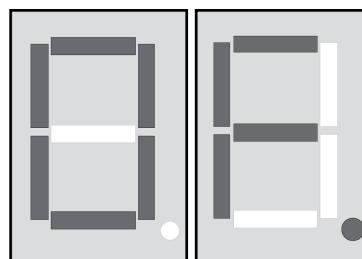

Bild 7: Anzeige OF – „Overflow“
- Vorgang abbrechen: Beide Tasten **▲** und **▼** (12) drücken, bis der rechte Dezimalpunkt in der Anzeige erlischt.
- Wenn alle 100 Speicherplätze belegt sind, zeigt die Anzeige **OF** (Bild 7).